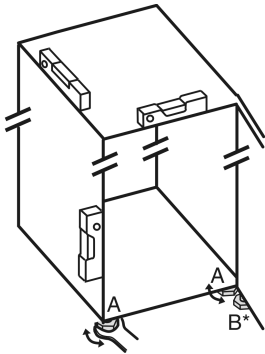

Fig. 34
- Zhvidhosini këmbëzat me rregullim Fig. 34 (A) me çelës fiso dhe me ndihmën e një niveli me ujë, derisa pajisja të jetë niveluar mirë.
- Zhvidhosni këmbëzat me rregullim Fig. 34 (B) në bazamentin mbështetës me çelësat fiso të përfshirë në paketim, derisa të jetë mbështetur mbi dyshe-me.
- Rrotullojeni këmbën me rregullim Fig. 34 (B) sërish maksimumi 90°, për të parandaluar dëmtimin e derës.